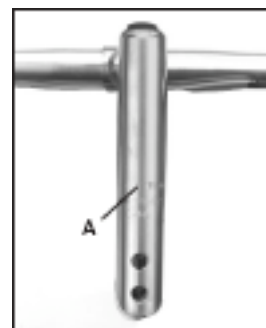

Figure 13 - Indicateur d'insertion minimale sur une potence à plongeur
3. Réglez la hauteur du cintre, en veillant à ce que l'indicateur d'insertion minimale soit à l'intérieur du cadre (figure 13). Le plongeur de la potence doit toujours être enfoncé d'au moins 70 mm dans le cadre.